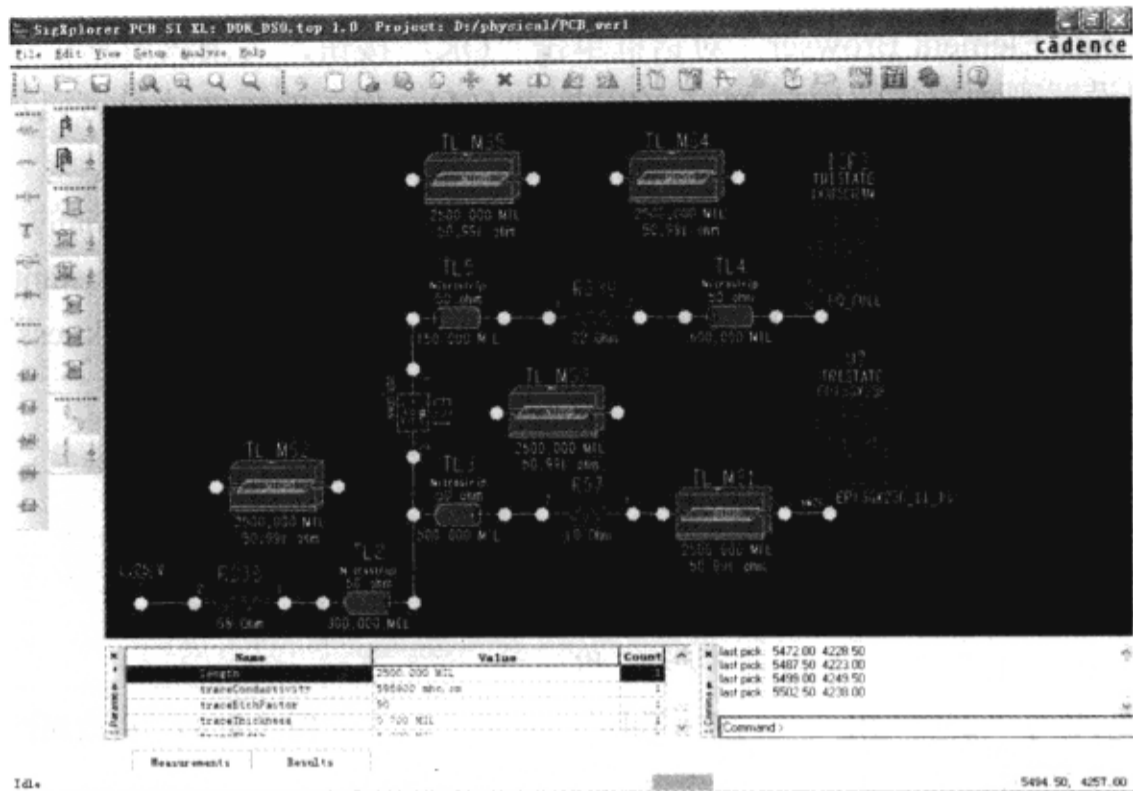

图 3-8-39 复制模型
(6) 单击 TL\_MS1 模型，执行菜单命令“Edit”→“Copy”，然后分别在原来拓扑结构中的理想传输线附近单击鼠标左键，复制 TL\_MS1 模型，如图 3-8-39 所示。